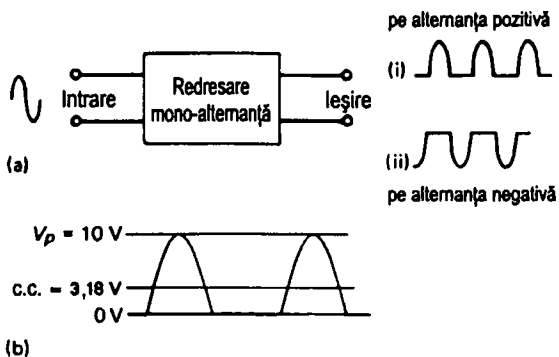

Figura 9.4 (a) Redresare mono-alternanță; (b) nivelul c.c. de 0,318 V_p
- (a) Redresare simplă (sau mono-) alternanță, care elimină din semnal fie alternanța pozitivă fie pe cea negativă. La ieșire se transferă numai una dintre jumătățile ciclului, ca în figura 9.4.